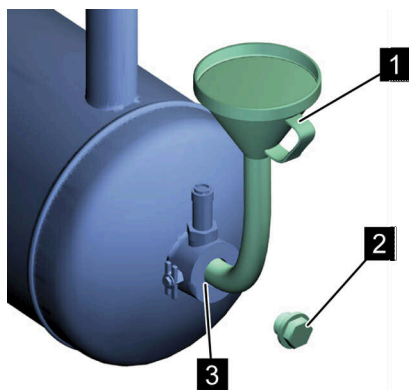

Рис. 40: Заливной штуцер
8. При помощи воронки (Рис. 40/1) залейте охлаждающую жидкость до заливной кромки заливного штуцера (Рис. 40/3).
10. Вставьте резьбовую пробку наливного отверстия (Рис. 40/2) и затяните ее ↪ Приложение В «Моменты затяжки винтов» на странице 133.